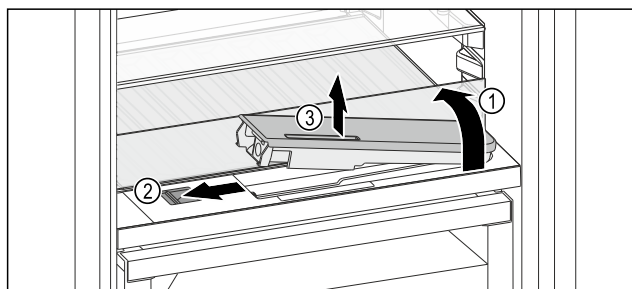

Fig. 122
- Sollevare il ripiano di vetro e ribaltarlo all'indietro fino all'arresto Fig. 122 (1).
- Spostare il cursore Fig. 122 (2) a sinistra.
- Rimuovere il serbatoio dell'acqua Fig. 122 (3).